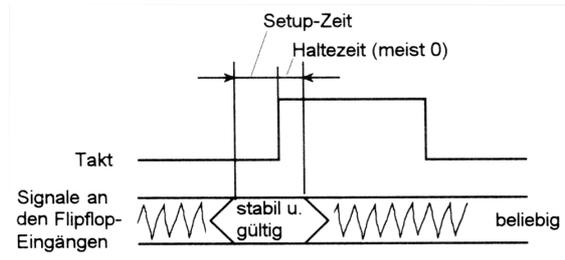

Abbildung 5.1 Störsicherheit - ein Vorzug des ungesteuerten Einphasentaktes
Der ungesteuerte Einphasentakt, mit einer Flanke (z. B. der Low-High-Flanke) wirkend, ist aus Sicht der Theorie deshalb ideal, weil er es ermöglicht, automatentheoretische Konzepte unmittelbar anzuwenden (strikte Trennung zwischen Kombinatorik und Speicherkreisen; Stichworte: Register-Transfer-Ebene und State Machines). Das Prinzip hat auch einen ganz wichtigen Vorteil in der Schaltungspraxis: nur im zeitlichen Umfeld der wirksamen Taktflanke (Stichworte: Setup- und Haltezeiten) müssen die aus der Kombinatorik gelieferten Flipflop-Eingangssignale "eingeschwungen" - also (1) gültig und (2) frei von Störungen sein; nach der Taktflanke dürfen Kombinatorik-Signale zunächst einmal "klappern" (Wettlauferscheinungen (Hazards) und anderweitig bedingte Störimpulse (Glitches) schaden nicht, sofern sie - in Hinsicht auf den Taktzyklus - zeitig genug abklingen). Abbildung 5.1 veranschaulicht die beschriebenen Verhältnisse.
- ungesteuerter Takt (vollsynchrone Betrieb): die Steuersignale wirken nicht auf CLK-Eingänge, sondern auf kombinatorische Netzwerke. Sie dürfen deshalb so schalten, wie in Abbildung 5.1 dargestellt. Somit genügt es, nur die eigentlichen Taktleitungen ausgesprochen störsicher zu verlegen.